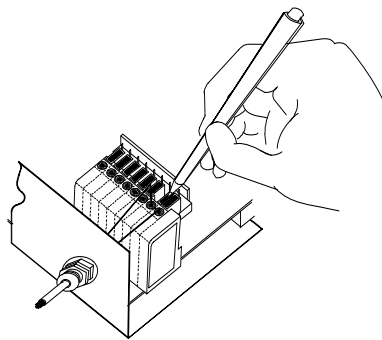

Abbildung 5 - Anschluss an die Federzugklemmen
- Drücken Sie mit Hilfe eines Schraubenziehers den Hebel direkt neben der Klemme nach unten (siehe Abbildung 5 - Anschluss an die Federzugklemmen).